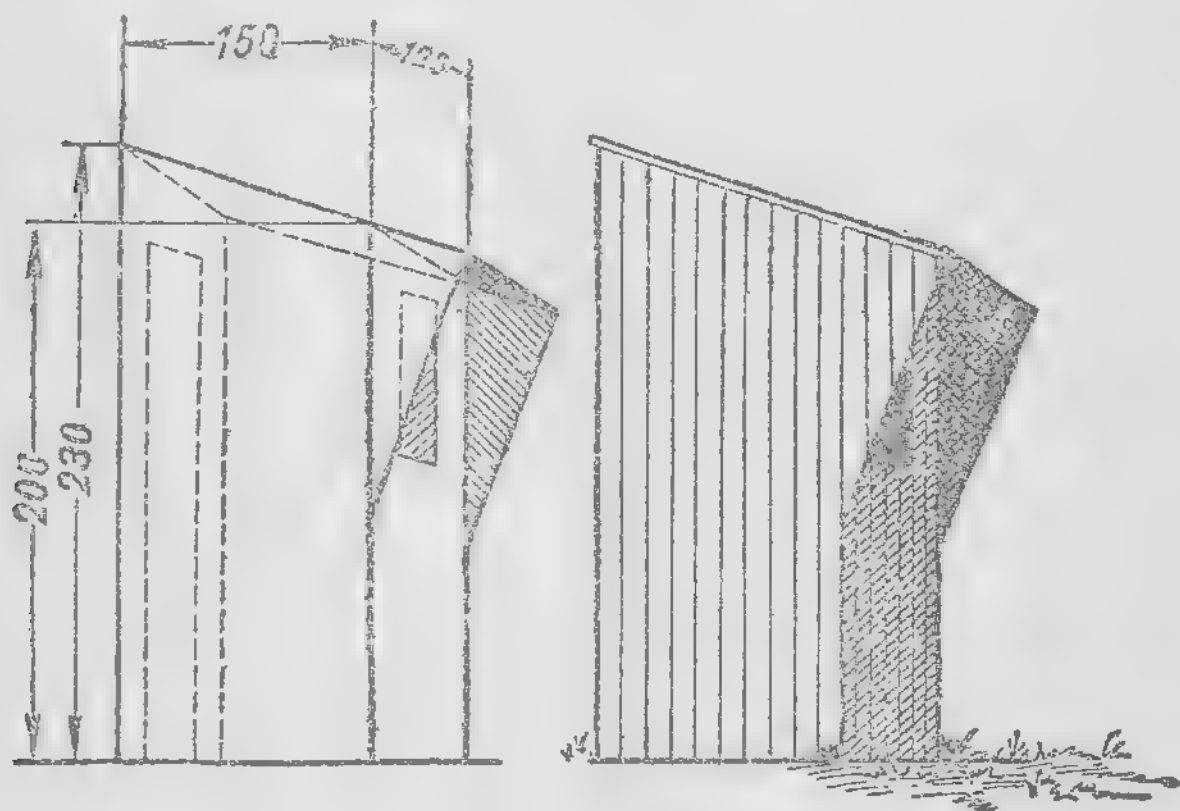

Рис. 42. Будка.
74. Проверка боя проводится в присутствии владельцев революверов и их командиров, по возможности в ясную погоду, в тире или на стрельбище; в последнем случае стрельбу вести из будки (рис. 42), чтобы прикрыть стрелка от солнца и ветра.